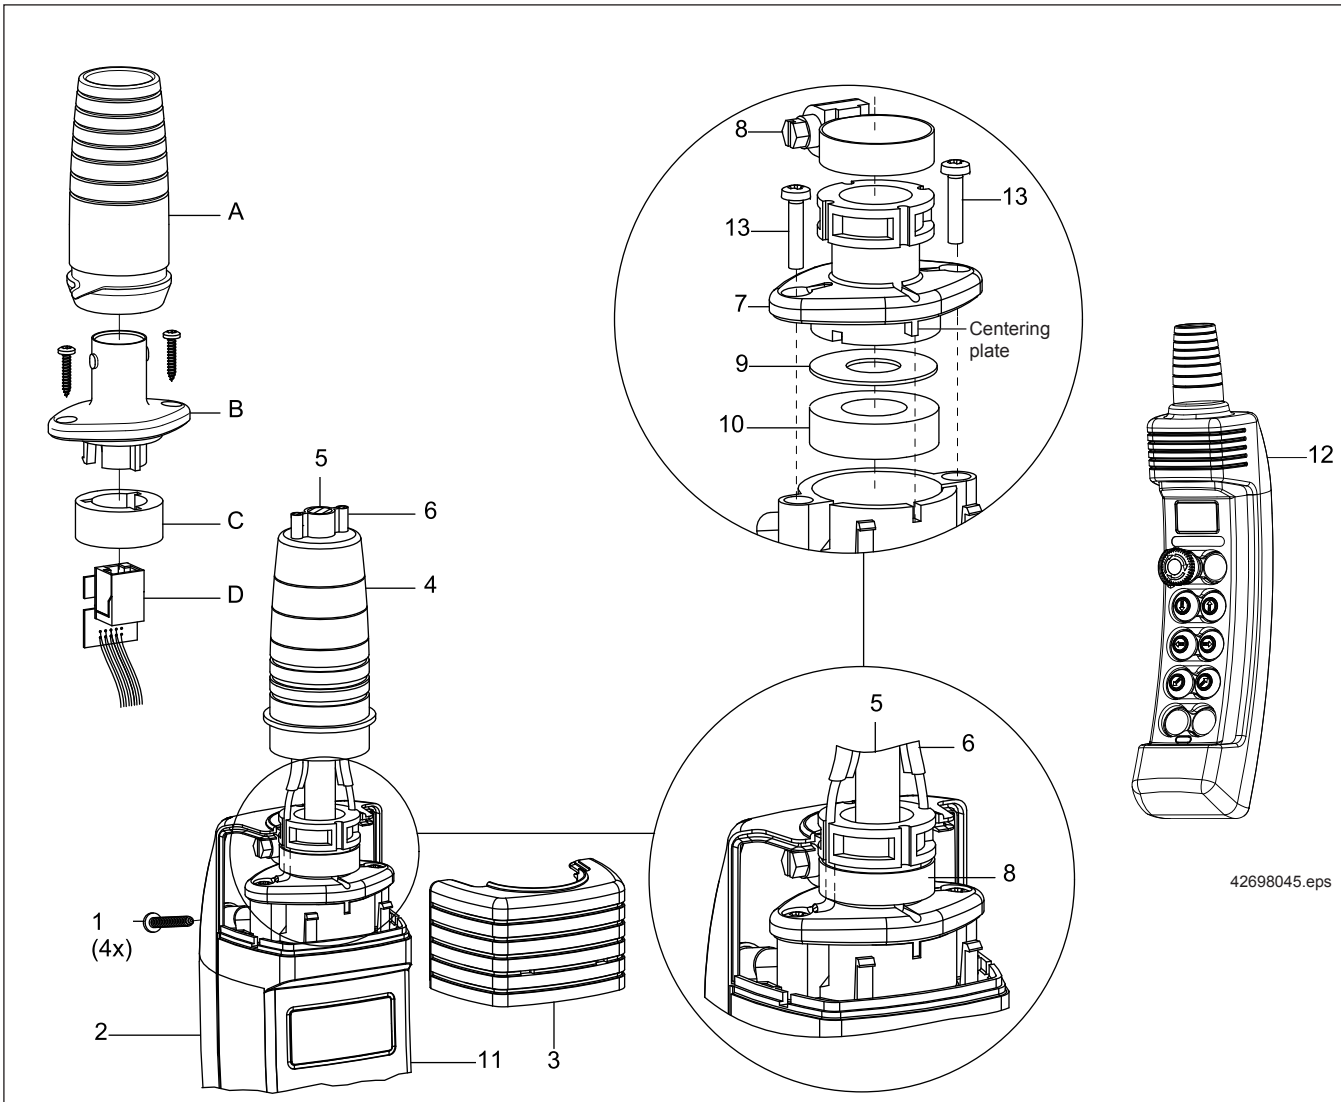

Fig. 1
- Zugentlastungsseile (6) kürzen (Bild 1) und seitlich in die Nut der Druckhülse (7) einlegen.
- Zugentlastungsseile mit der Schlauchschelle (8) befestigen (Bild 1).
- Knickschutztülle (4) auf die Druckhülse (7) schieben. Die Knickschutztülle schließt mit dem Druckhülsenflansch ab.
- Gehäusekappe (3) montieren.
- Das Gehäuseunterteil (2) wieder an das Gehäuseoberteil (11) schrauben.
- Zuletzt den Stoßschutz (12) aufziehen, siehe Kapitel 4.